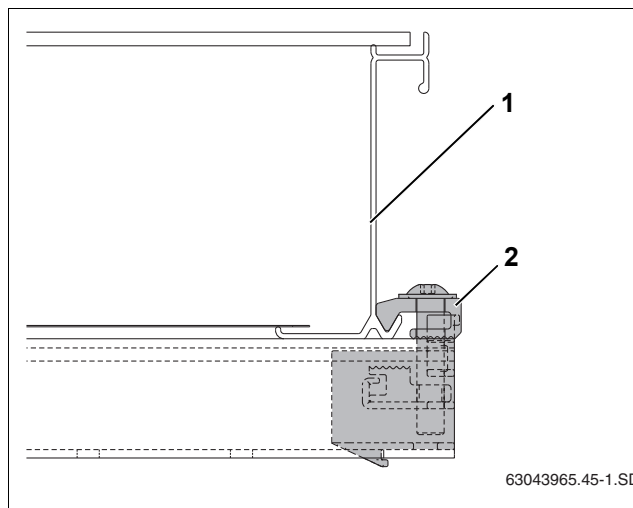

Рис. 43 Установленный односторонний зажим
- ▶ Осторожно сдвиньте коллектор (рис. 43, [1]) к одностороннему зажиму и выровняйте в горизонтальной плоскости.
- ▶ Ключом SW 5 закрутите зажим (рис. 43, [2]).
Теперь прижим (рис. 43, [2]) находится в нижней кромке коллектора.